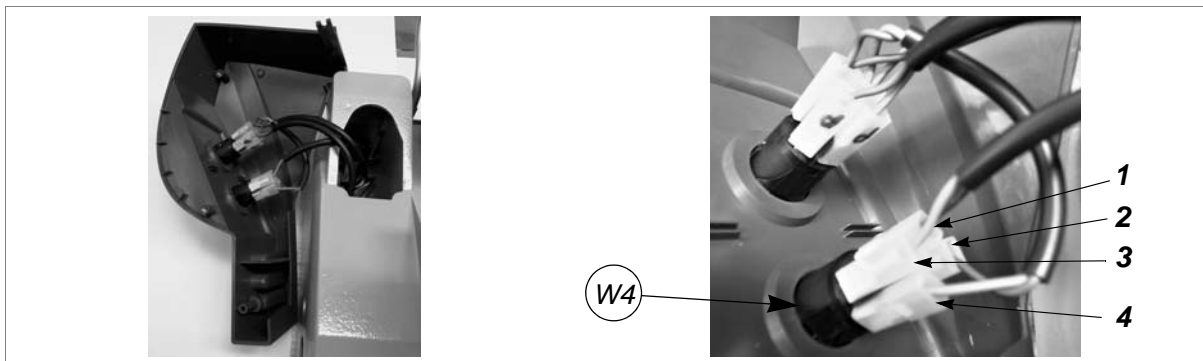

Fig. 32
- 9) Levantar el cárter izquierdo para poder acceder a los interruptores (fig. 32, pág. 25).
- 10) Sacar los conectores (1, 2, 3, 4), teniendo cuidado con su posición (fig.32).